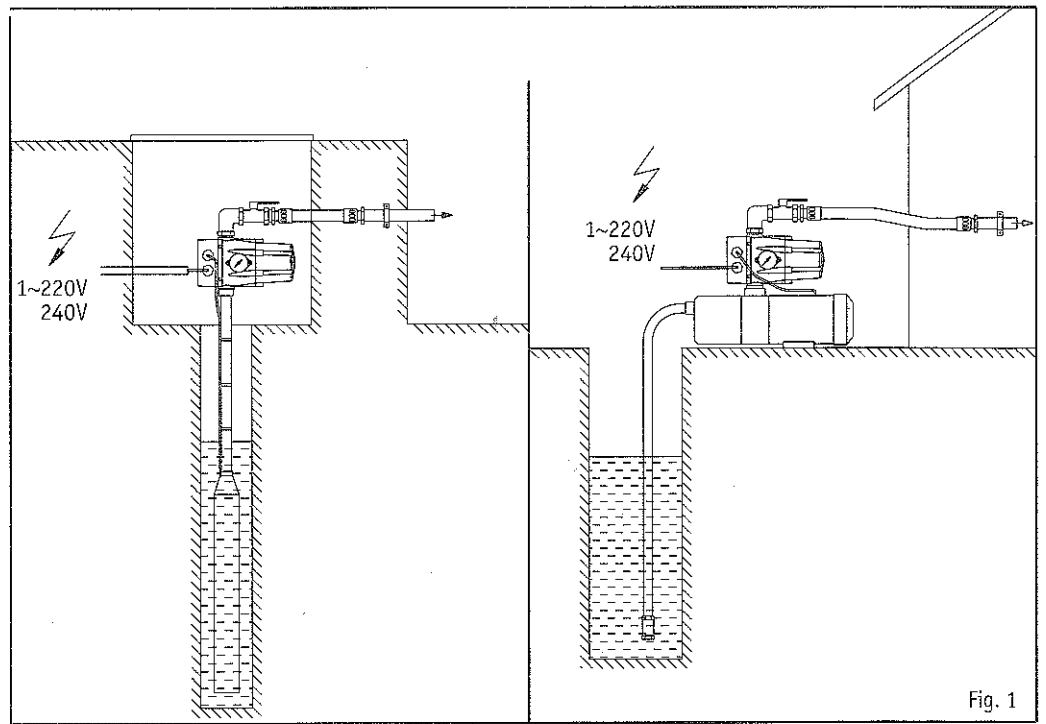

Fig. 1
## HYDRAULIC CONNECTION (fig. 1)
- Led funzionamento pompa (ON)
- Corrente massima: 10 (6)A
**COLLEGAMENTO IDRAULICO (fig. 1)**